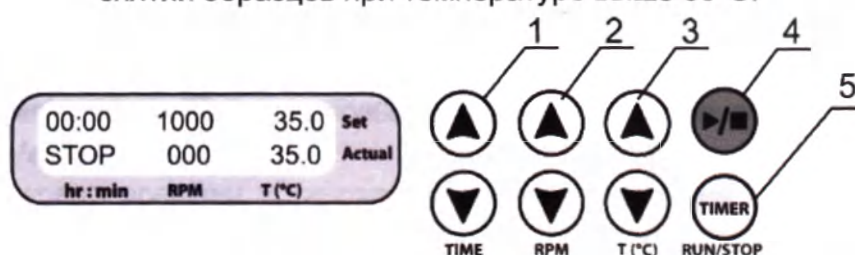

Рисунок 3. Панель управления
- 6.3.1. Одновременно нажмите кнопки ▶/■ **RUN/STOP** и **TIMER RUN/STOP** (рис. 3/4 и 3/5) чтобы посмотреть версию ПО прибора (PV-XX).
- 6.5.1. **Установка времени (TIME).** С помощью соответствующих кнопок ▼ и ▲ **TIME** (рис. 3/1), установите необходимый интервал времени в часах и минутах (шаг 1 мин.).
- 6.5.2. **Установка скорости (RPM).** С помощью соответствующих кнопок ▼ и ▲ **RPM** (рис. 3/2), установите необходимую скорость (шаг 10 об/мин).
- 6.5.3. **Установка температуры (T, °C).** С помощью соответствующих кнопок ▼ и ▲ **T (°C)** (рис. 3/3), установите необходимую температуру (шаг 0,1°C).
2. Нажмите кнопку ►/■ **RUN/STOP** (рис. 3/4). При этом начинается движение платформы и таймер начнет отсчет установленного интервала времени (с точностью до 1 мин.).
- 6.8. При необходимости, можно перезапустить таймер во время его работы. Для этого дважды нажмите кнопку **TIMER RUN/STOP** (рис. 3/5), первый раз для остановки таймера, второй — для повторного запуска.